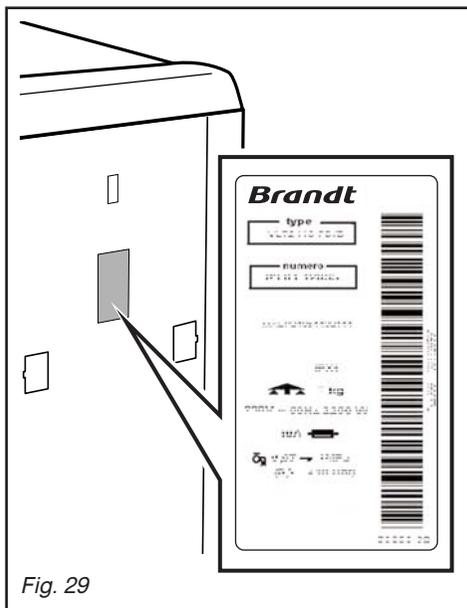

Fig. 29
– Les éventuelles interventions sur votre appareil doivent être effectuées par un professionnel qualifié dépositaire de la marque. Lors de votre appel, mentionnez la référence complète de votre appareil (modèle, type, numéro de série). Ces renseignements figurent sur la plaque signalétique située au dos de votre appareil (voir Fig. 29).